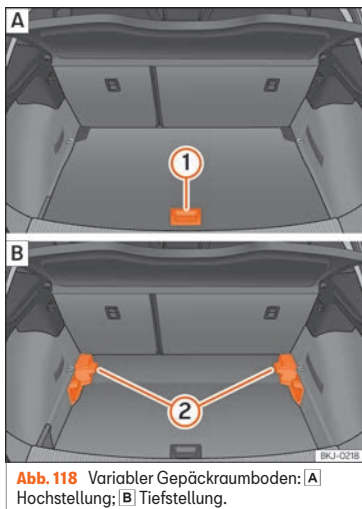

Abb. 118 Variabler Gepäckraumboden: [A] Hochstellung; [B] Tiefstellung.
- Um von der niedrigen in die hohe Position überzugehen, heben Sie den Boden am Haltegriff »» » **Abb. 118** (1) an und ziehen Sie ihn nach hinten, bis der vordere Teil des Bodens vollständig über den Halterungen (2) liegt.
- Den Gepäckraumboden nun bis zum Anschlag an den Rücksitzlehnen nach vorne schieben und mit Hilfe des Haltegriffs (1) absenken.
- Um von der hohen in die niedrige Position überzugehen, heben Sie den Boden am Haltegriff »» » **Abb. 118** (1) an und ziehen Sie ihn nach hinten, bis der vordere Teil des Bodens vollständig über den Halterungen (2) liegt.
- Den vorderen Teil auf den Boden absenken und diesen bis zum Anschlag an den Rücksitzlehnen nach vorn verschieben und dabei den Boden gleichzeitig mit Hilfe des Haltegriffs (1) absenken.
- Bei einem variablen Boden in hoher Position diesen am Haltegriff anheben »» » **Abb. 118** (1), daran ziehen und in Richtung der Rücksitzelebewe bewegen bis der Boden an der Scharnierlinie eingeklappt wird und sich der bewegliche Teil des Bodens auf diesem befindet.